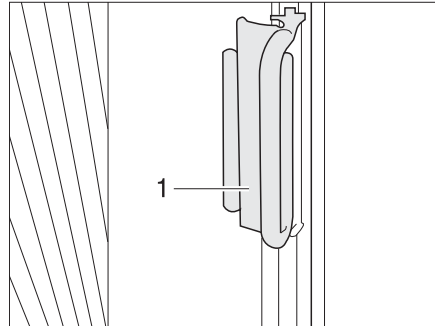

Fig. 11 Poignée du dispositif occultant plissé pour la fenêtre côté conducteur/passager
- Faire glisser les dispositifs occultants plissés pour les fenêtres côté conducteur et passager sur le module rapporté avec la poignée (Fig. 11,1). Le dispositif occultant plissé est bloqué.